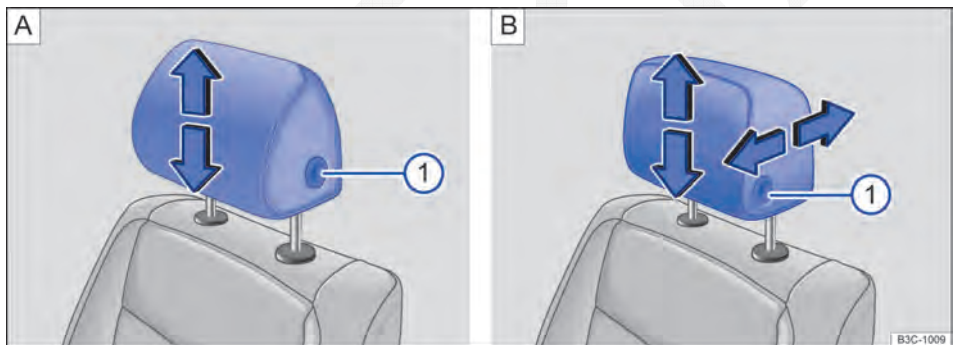
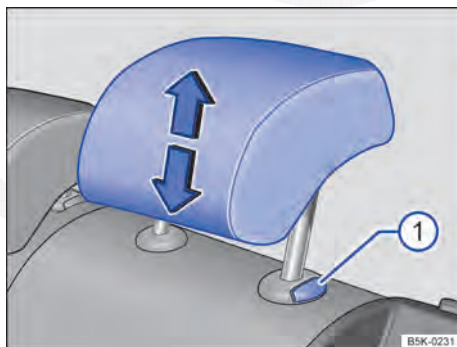

Fig. 62 Ajustar o apoio para cabeça dianteiro: A) sem possibilidade de ajuste na direção longitudinal, B) com possibilidade de ajuste na direção longitudinal.
Fig. 63 Ajustar o apoio para cabeça traseiro.
- Empurrar o apoio para cabeça para cima no sentido da seta ou, com o botão → Fig. 62 ① ou → Fig. 63 ① pressionado, empurrar para baixo → ⚠.
- Empurrar o apoio para cabeça para frente na direção da seta ou para trás com o botão → Fig. 62 [B] ① pressionado.